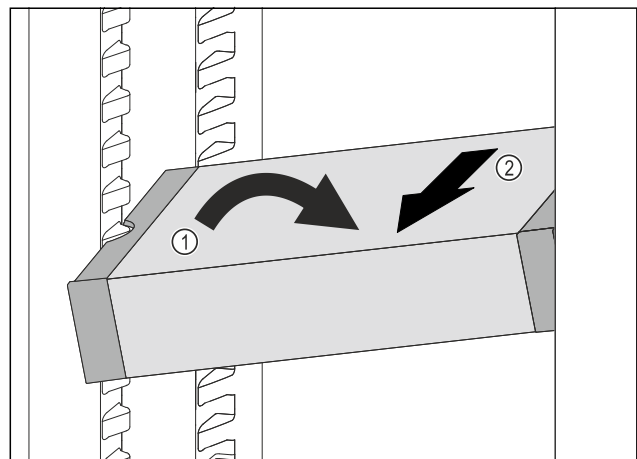

Fig. 88
- ▶ VarioSafe in het koelgedeelte schuin zetten. Fig. 88 (1)
- ▶ VarioSafe naar voren toe verwijderen. Fig. 88 (2)